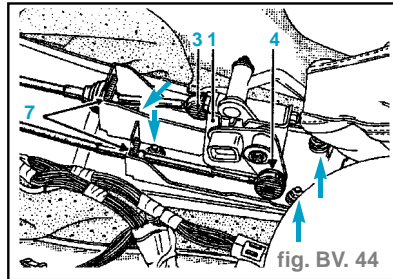

fig. BV. 44
- Attention :** Ne pas égarer le boulon et l'entretoise (I) ainsi que les cales (J).
- la coiffe de l'isolant phonique sur le boîtier (1), (fig. BV. 44)
- Retirer les agrafes (7) et dégager les câbles (3) et (4).